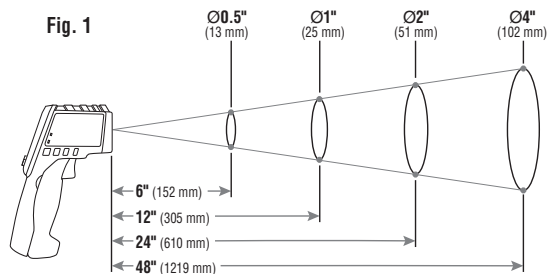

Fig. 1 Relación distancia a objetivo
El instrumento está configurado con una resolución óptica 12:1 (relación distancia a objetivo). La relación distancia a objetivo determina el tamaño del área de medición relativa a la distancia entre el punto de medición y el sensor IR (7). A continuación, se ilustran los diámetros típicos del área de medición como función de la distancia entre el instrumento y el área objetivo para sistemas ópticos 12:1 (Fig. 1).